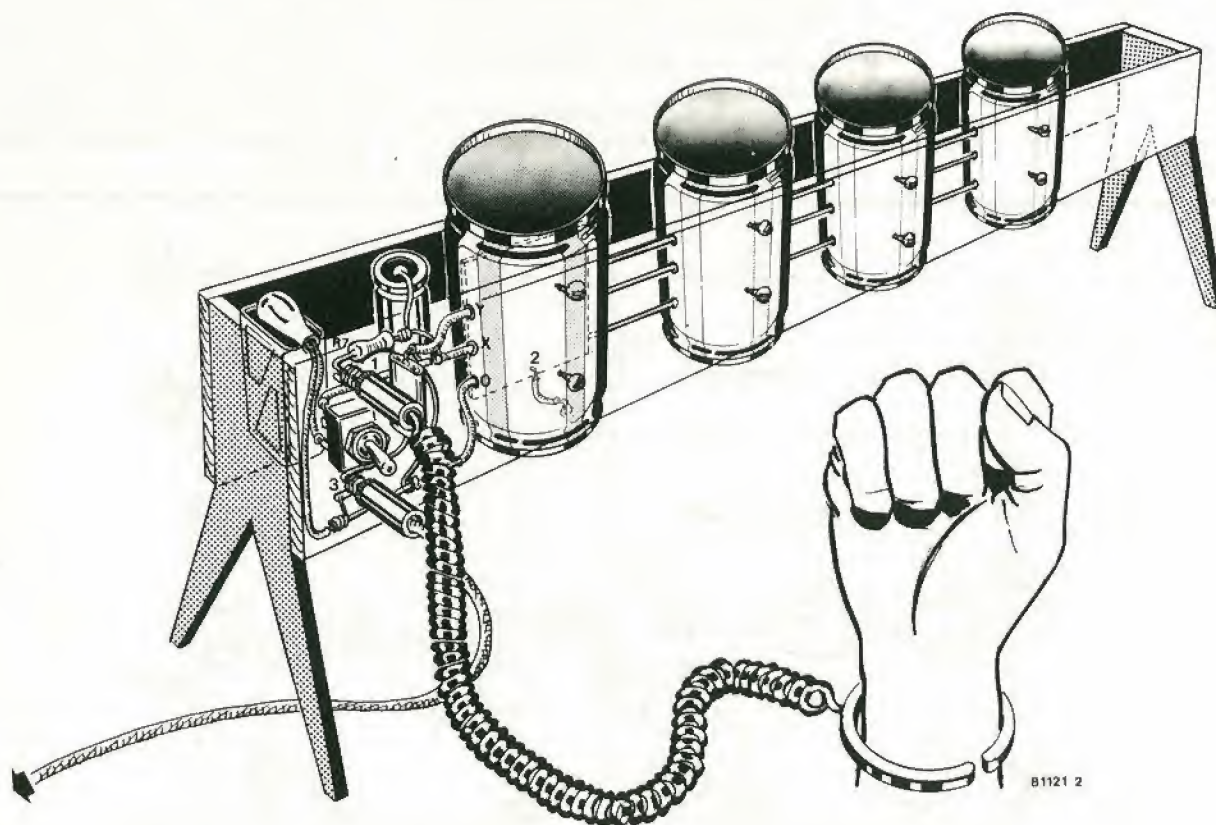

Figura 2. Prospetto del complesso montato e pronto all'uso.
Nella figura 2, si osserva una realizzazione pratica indicativa non vincolante, però razionale. Visto che la disposizione dei componenti su ciascuna bassetta non è critica, il
a) Le unità, riviste e sicuramente funzionali, saranno montate nei barattoli per mezzo di squadrette metalliche, le quali oltre a servire da sostegno, porranno a massa sul barattolo il terminale (2). Il fondo del barattolo non deve essere assolutamente manomesso, in quanto, essendo liscio fungerà da "touch plate". Al contrario, la parte superiore sarà tolta con un apriscatole, e da questa parte si infilerà il complesso elettronico. Prima di inserire le basette nei barattoli, i punti terminali X, Y e MASSA dovranno essere muniti di conduttori per il raccordo generale; tali connessioni, sporranno o dalla parte ex-superiore di ogni barattolo (che sarà montato capovolto) o da dei fori praticati lateralmente (vedi l'articolo sull'apertura dei barattoli).
c) Tutti i barattoli "bongo" saranno ora montati su di un supporto in legno (vedi la figura 2 o in altro materiale isolante, tipo plastica, dato che non vi deve essere contatto reciproco. Sul pannello frontale, come si vede nella figura 2, saranno fissati: l'interruttore generale, la boccola dove va collegato lo spinotto del bracciale ed il jack di uscita complessivo, per tutti i "bongo".
Sempre come si vede nella figura 2, la pila e gli altri (pochi) componenti passivi di disaccoppiamento saranno montati nei pressi. Effettuate tutte le interconnessioni tra i barattoli, le boccole e l'alimentazione generale, il complesso potrà essere sottoposto a collaudo. Il risultato dovrebbe essere ottimo, se si sono seguite le nostre istruzioni a proposito del Cx e della regolazione del P1. L'uscita degli oscillatori, essendo di 0,5V da picco a picco, all'inizio dell'innescio, può essere portata all'ingresso "AUX" di un qualunque amplificatore HI-FI anche abbastanza "sordo".